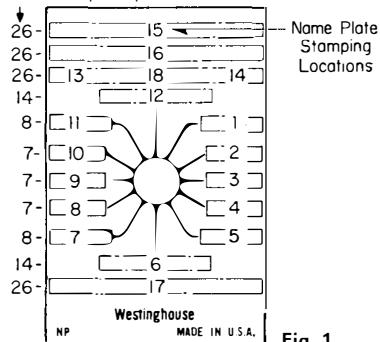

Fig. 1
- NP 502A054H01 (Fixed Handle) Fig. 1
- NP 502A054H03 (Removable Key) Fig. 1